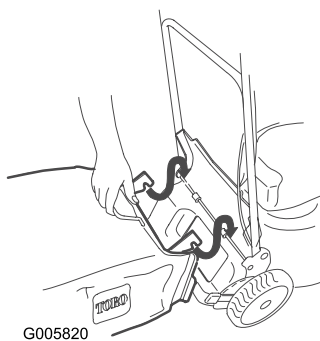

Figura 26
6. Instale la bolsa (Figura 26).